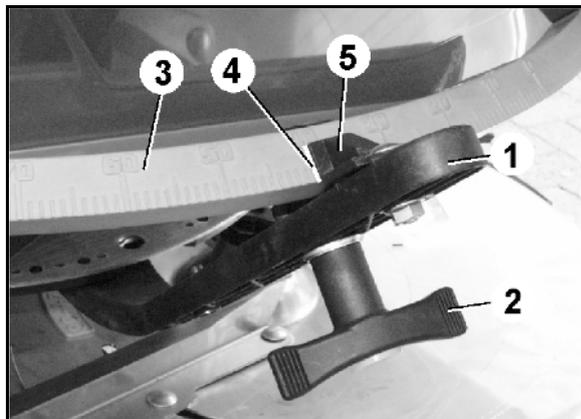

図 53
2. 蝶ねじ (図 53/2) を外します。
3. 目盛り (図 53/3) において必要なシャッター位置を探します。
4. 設定レバー表示器 (図 53/5) の読み取りエッジ (図 53/4) を目盛りの値に設定します。
5. 蝶ねじ (図 53/2) を再びしっかり締め付けます。